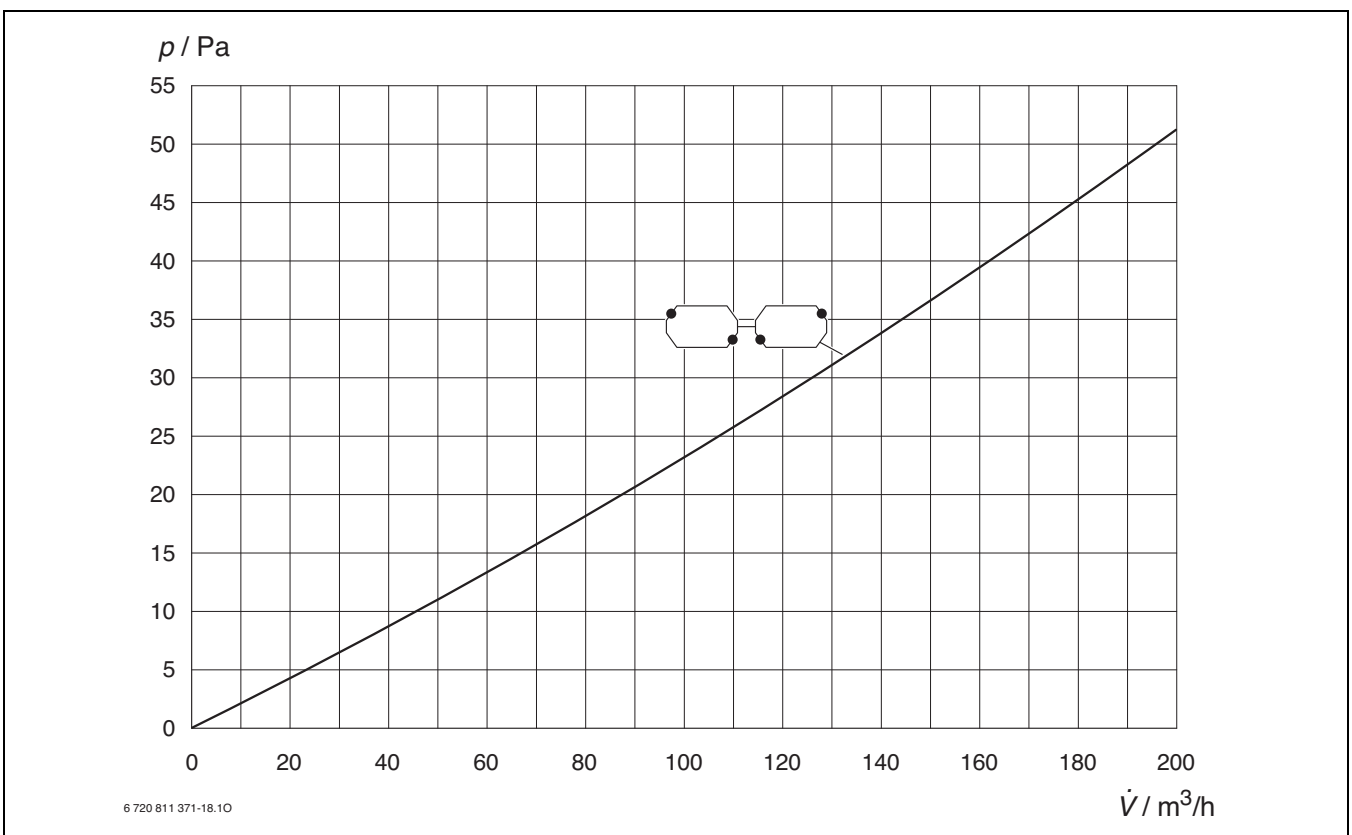
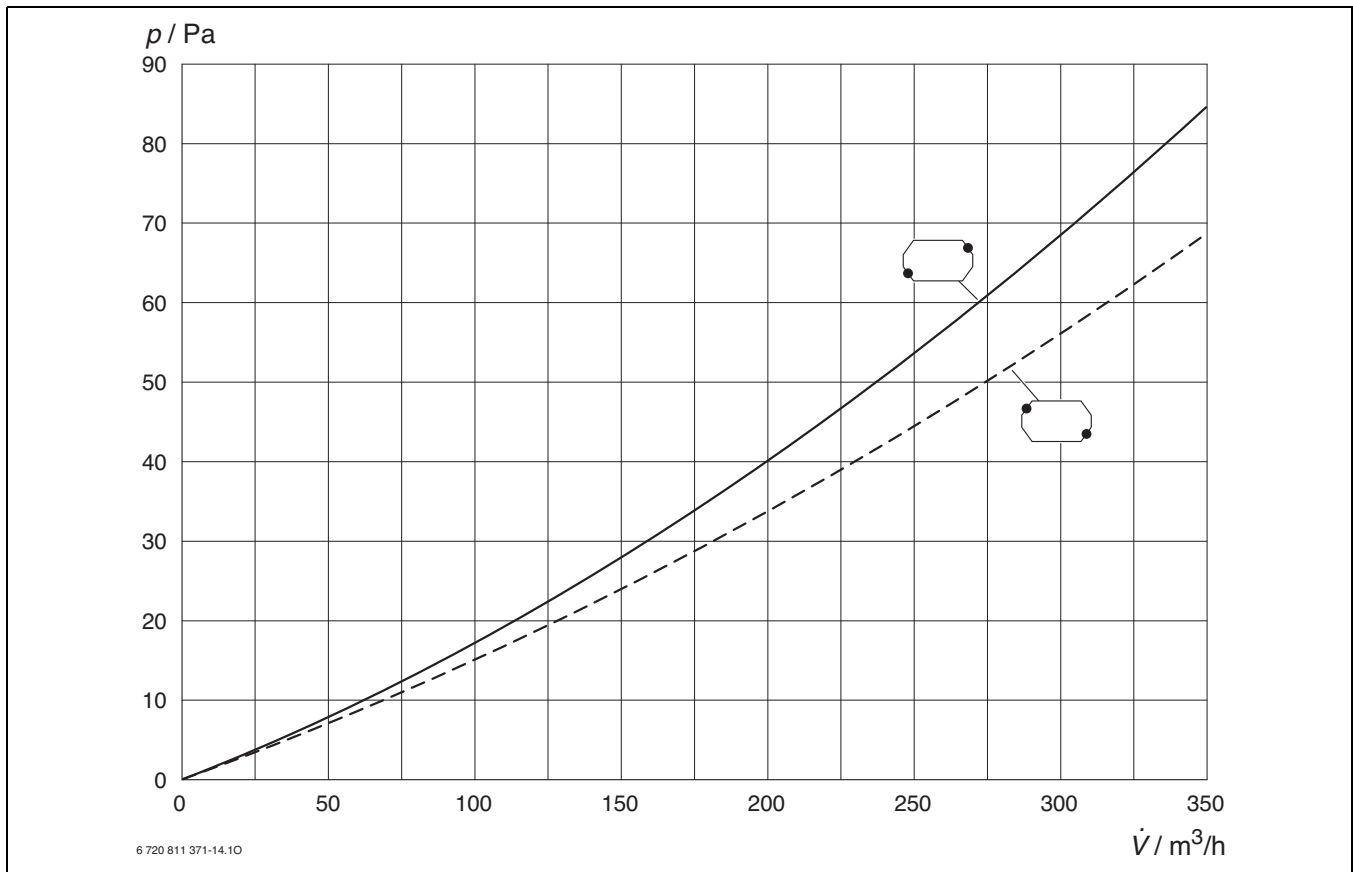
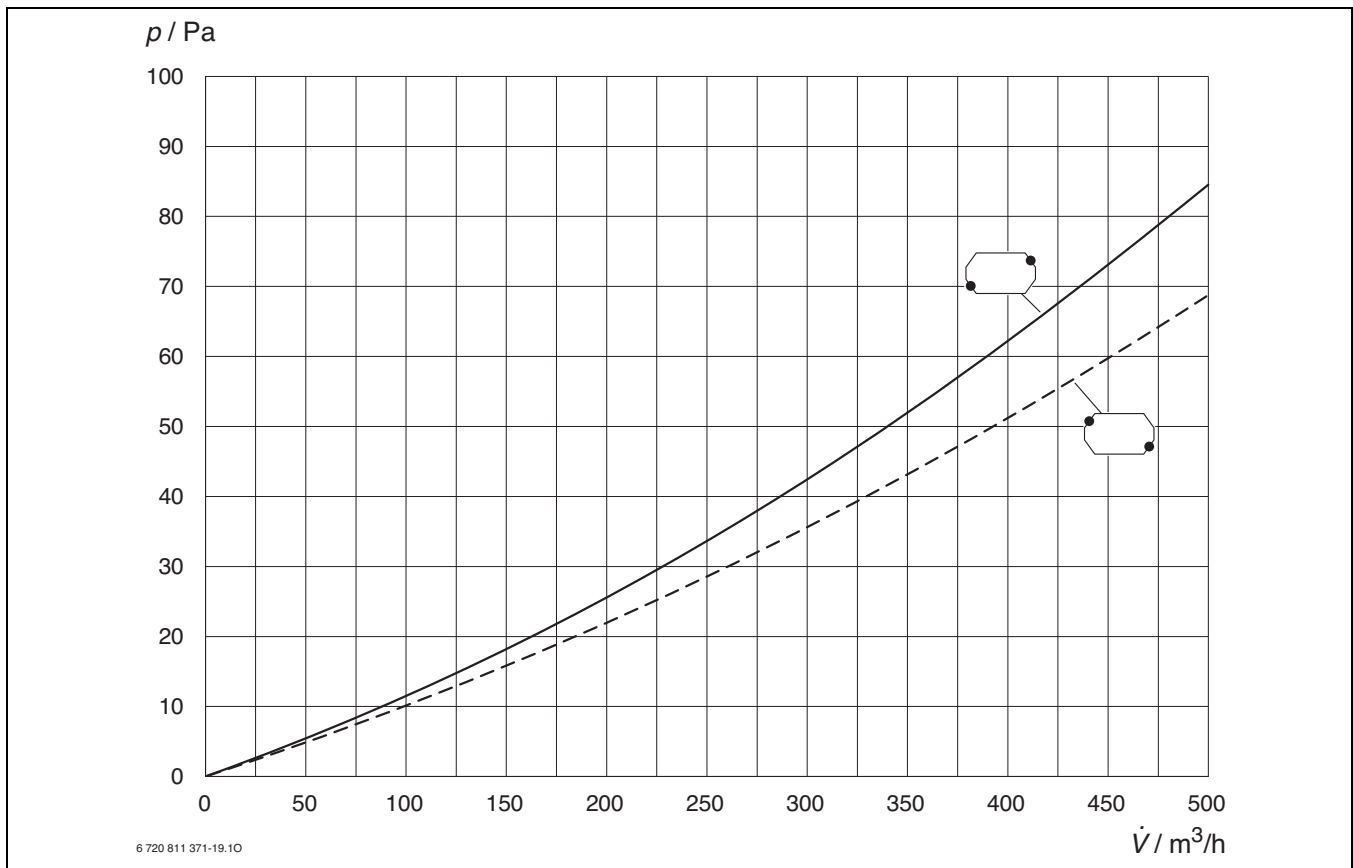

Bild 45 Volumenstrom und Differenzdruck HRV2-140 (S)
Bild 46 Volumenstrom und Differenzdruck HRV2-230 (S)
Bild 47 Volumenstrom und Differenzdruck HRV2-350 (S)
Der Luftvolumenstrom der Anlage bei Nennlüftung (Stufe 3) wird über eine Differenzdruckmessung am Wärmetauscher eingestellt. Für den Wärmetauscher sind die Volumenströme abhängig vom Differenzdruck bekannt (→ Bild 45, Bild 46 bzw. Bild 47 ab Seite 29). Damit lässt sich über den Differenzdruck der Volumenstrom im Wärmetauscher und somit für die gesamte Lüftungsanlage einstellen.
- ▶ Mit dem Nenn-Volumenstrom der Anlage den über den Wärmetauscher anfallenden Druckverlust für das linke und das rechte Gebläse aus Bild 45, Bild 46 bzw. Bild 47 (Seite 29 ff.) oder dem Aufkleber auf der Abdeckung des Wärmetauschers ablesen.